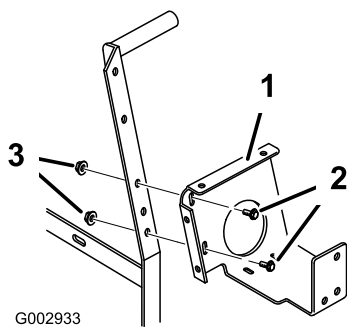
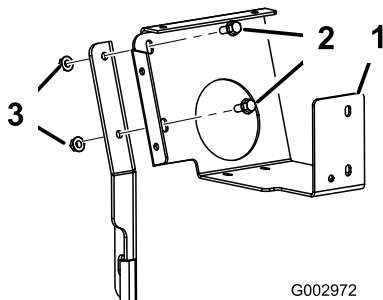

Bild 26
Bild 27
- Montieren Sie die Befestigungshalterung des Steuerkastens mit zwei Bundbolzen ((5/16 x 3/4 Zoll)) und zwei Bundmuttern ((5/16 Zoll)) an der Auslegerhalterung oder der Stützhalterung des Steuerkastens (Bild 26 oder Bild 27).